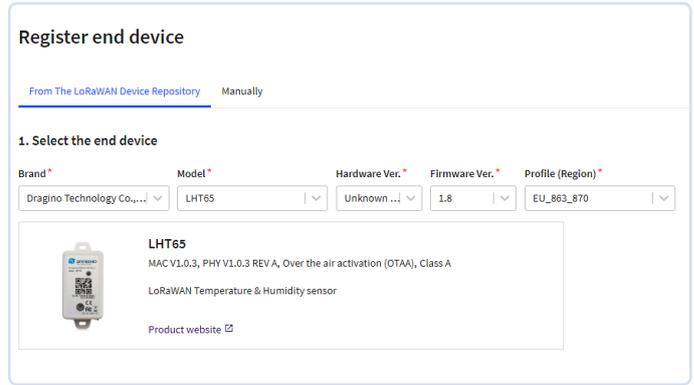

Bild 6. LHT65-Registrierung, Teil 1.
Die oberen Zeilen der Ausgabe beinhalten die für die Registrierung bei TTS (CE) wichtigen Parameter. Wurden keine Änderungen vorgenommen, dann sollten diese mit den Daten auf dem mitgelieferten Aufkleber übereinstimmen. Die Registrierung in der TTS (CE) erfolgt nun in etwas veränderter Form, da in der TTS (CE) der Dragino LHT65 Sensor bereits bekannt ist und entsprechende Daten hinterlegt sind (Bild 6).